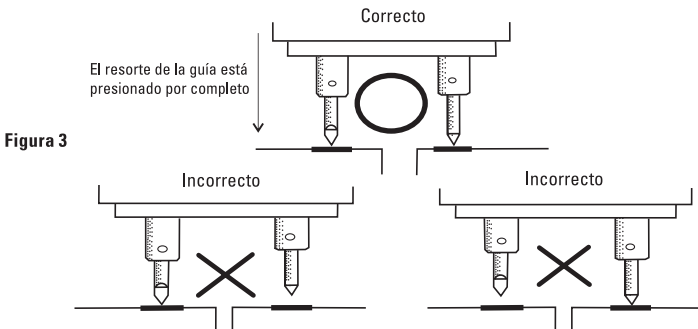

Figura 3
- Afloje el tornillo de seguridad del cortador con un movimiento contrario a las manecillas del reloj con una llave hexagonal. Jale hacia abajo el cortador hacia la superficie de la llave virgen y apriete el tornillo de seguridad del cortador (figura 3).